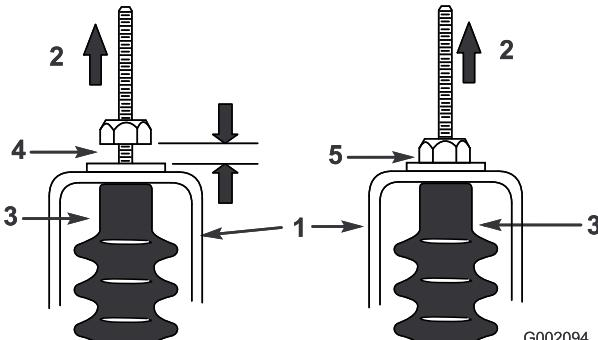

図 60
- それぞれのシフトケーブルを引っ張って、ナット/ワッシャとニュートラル・ブラケットとの間に0.76-1.52 mm のすきまがあることを確認する図 60。